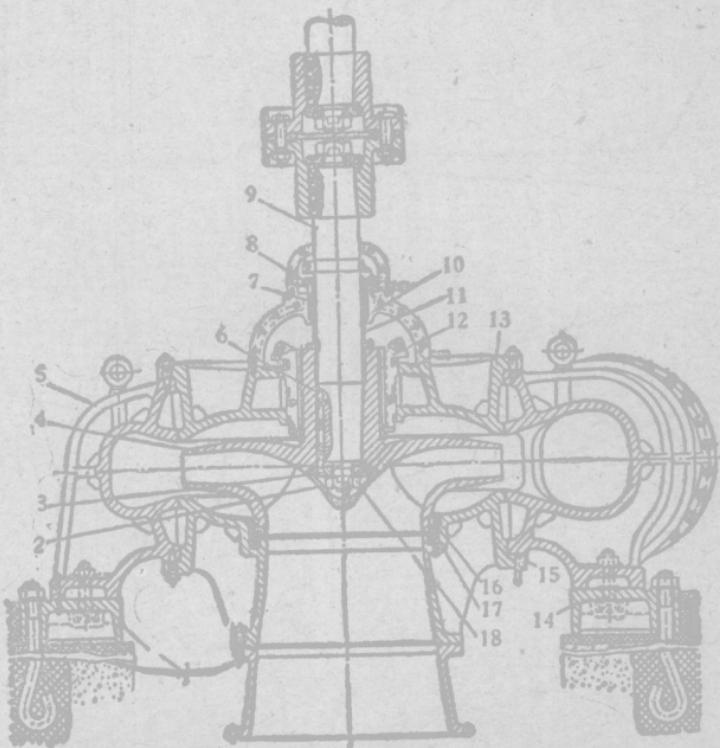

图10 立式离心水泵：
1. 立式水泵：水泵的軸是在鉛垂方向，如图10, 11所示，